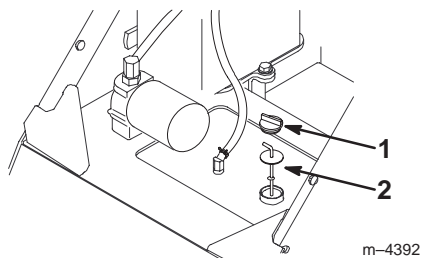

Figure 7
5. Nettoyez la surface autour du goulot de remplissage du réservoir hydraulique (Fig. 7).
6. Retirez le bouchon du goulot de remplissage et vérifiez le niveau de liquide sur la jauge (Fig. 7).